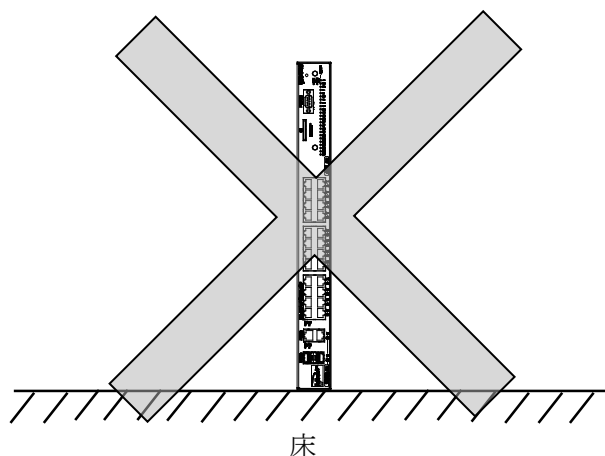

図 3-1 悪い設置例
- (1) Apresia3448G-PSR2 をラックに取り付け、または横置きで使用ください。
- (2) Apresia3448G-PSR2 を直接、床などに縦置きで使用しないでください(図 3-1)。冷却のための通風を阻害し、故障の原因となります。
- (3) Apresia3448G-PSR2 の横に物を置かないでください。冷却のための通風を阻害し、故障の原因となります。
- (4) Apresia3448G-PSR2 の上に花瓶や飲物等を置かないでください。
- (5) Apresia3448G-PSR2 を設置する場合はフロント側 60mm、リア側 100mm 以上のスペースが必要になります。
- (6) Apresia3448G-PSR2 をラックに取り付ける場合は、奥行きが 610mm 以上(内寸)のラックに添付のラックマウント金具とネジを使用して設置してください。
- (7) 本装置もしくは電源ユニットに冷却用のファンが内蔵されているため、使用時に騒音が発生します。設置する際は、騒音を考慮したレイアウトとしてください。